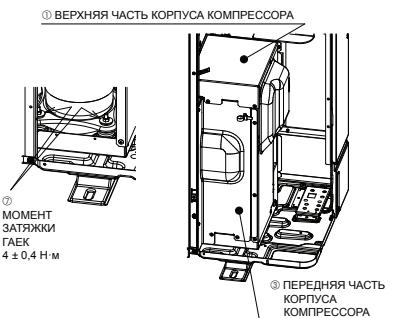

Fig. 4-2
- Сняв элементы фиксации КОМПРЕССОРА, затяните гайки и установите на место ВЕРХНЮЮ ЧАСТЬ КОРПУСА КОМПРЕССОРА и ПЕРЕДНЮЮ ЧАСТЬ КОРПУСА КОМПРЕССОРА. (Fig. 4-2)